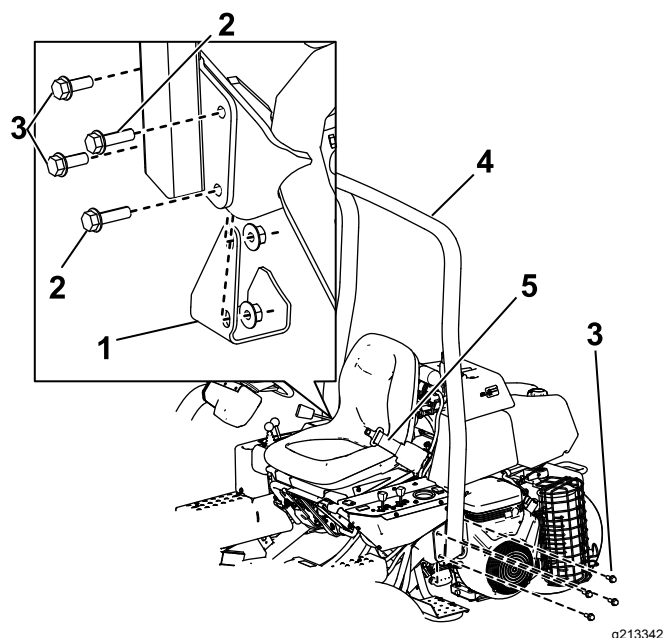

图6
2. 将翻车保护杆图6放低到安装支架上与安装孔对齐。
3. 用 4 个螺栓 $\frac{1}{2} \times 1\frac{1}{2}$ 英寸和锁紧螺母将翻车保护杆的左侧固定到安装支架上图6。
5. 用 2 个螺栓 $\frac{1}{2} \times 1\frac{1}{2}$ 英寸、2 个螺栓 $\frac{1}{2} \times 1\frac{1}{4}$ 英寸和锁紧螺母将翻车保护杆的右侧和先前卸下的千斤顶垫固定到安装支架上如图6所示。